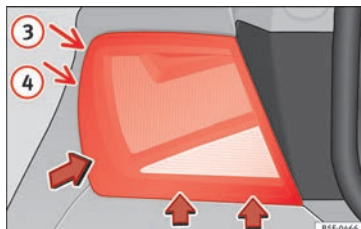

Fig. 116 Desmontar la unidad de luz trasera en la aleta.
- Bascule el piloto en la dirección de las flechas hasta que salga de su alojamiento (posiciones ③ y ④) » **fig. 116**.